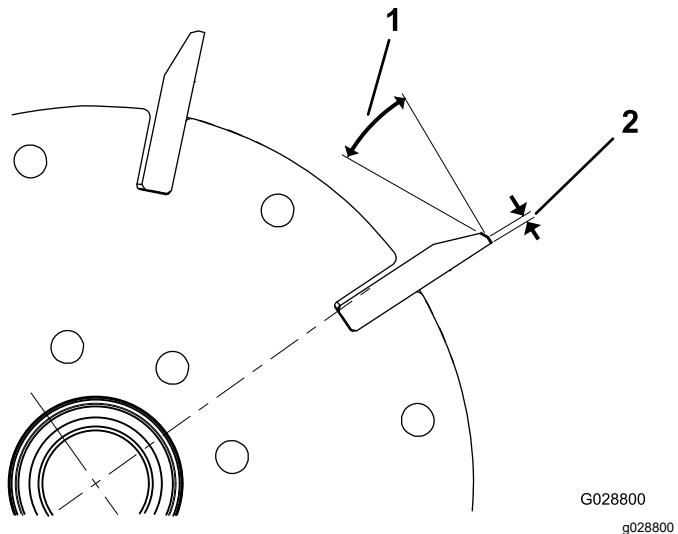

Figura 28
1. Afile todas las cuchillas con un rebajo de 30° hasta que la anchura de la superficie de incidencia sea de 0,8 mm(Figura 28).